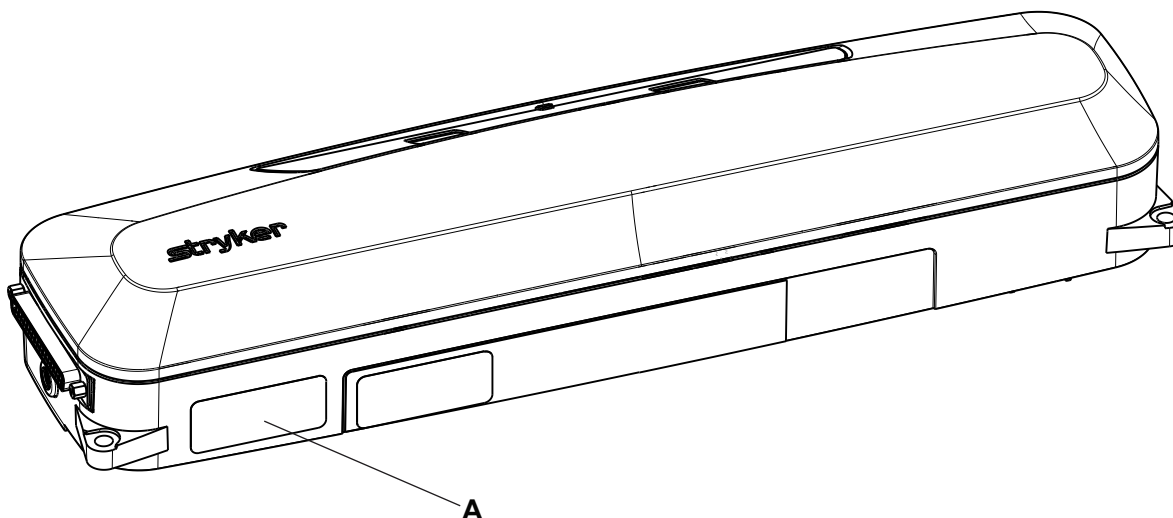

図1 - Strykerシリアル番号とBBIDの場所
Strykerシリアル番号とベッドベイ識別番号 (BBID) ラベル (A) は、製品の底面に記載されています (図1)。